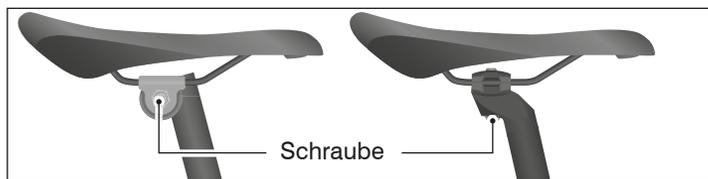
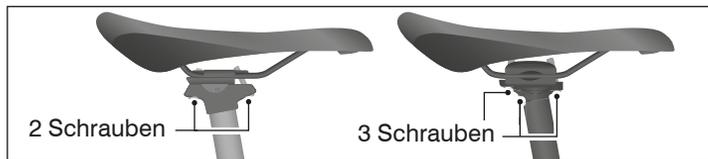

Abb.: E-10 Einstellen der Sattelposition bei Sattelstützen mit 1 Schraube.
Abb.: E-11 Einstellen der Sattelposition bei Sattelstützen mit 2 Schrauben (links) und mit 3 Schrauben (rechts).
- Vergleichen Sie, mit welcher Sattelleinstellung Ihre Sattelstütze ausgestattet ist (siehe *Abb.: E-10* und *Abb.: E-11*).
- Drehen Sie die Schraube bzw. die Schrauben unterhalb des Sattels um 1 bis 2 Umdrehungen gegen den Uhrzeigersinn heraus (siehe *Abb.: E-10* bzw. *Abb.: E-11*).